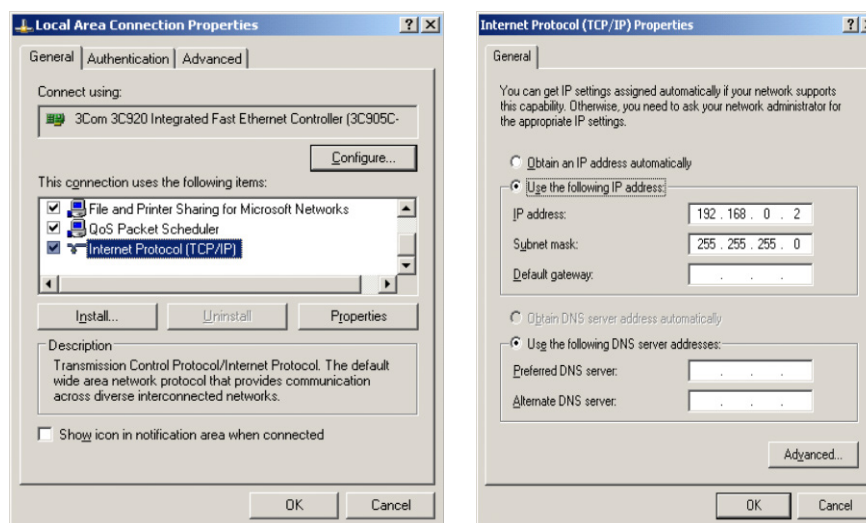

Figura B-6: Finestre di dialogo "Proprietà per la connessione LAN" e "Proprietà protocollo Internet TCP/IP"
7. Nel campo "Proprietà" (Figura B-6) selezionare "Protocollo Internet (TCP/IP)" e cliccare sul pulsante "Proprietà". In seguito viene visualizzata la finestra "Proprietà protocollo Internet (TCP/IP)" (vedere Figura B-6, a destra).